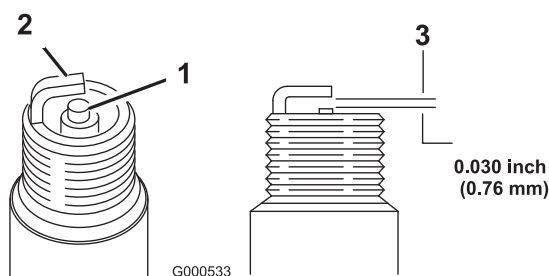

Figure 29
5. Réglez l'écartement des électrodes à 0,76 mm (0,030 po), comme montré à la Figure 29.